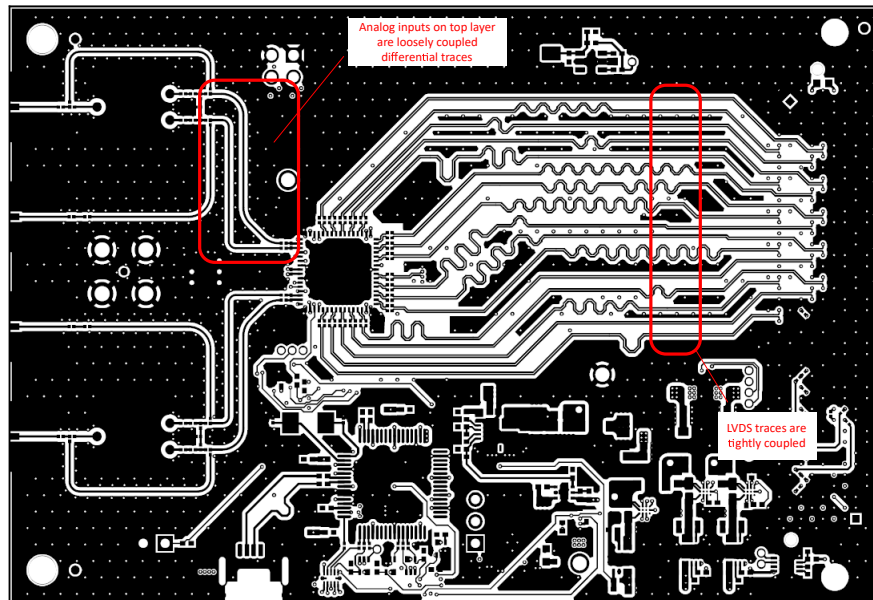

図 9-11. レイアウト例 : ADC366x 評価基板の最上層
- 入力信号のトレースは、ビアを避けて、疎結合した差動信号として最上層に配線します。最上層のレイアウト例を 図 9-11 に示します。